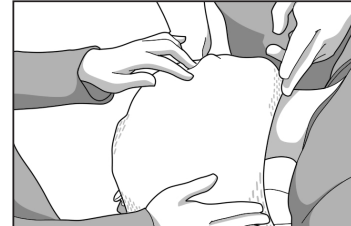

Fig. 4
7. Terminer le moulage du masque en exerçant une légère pression des doigts afin d'obtenir le contour souhaité de la tête du patient ainsi que le contour de l'arcade nasale (Fig. 4).